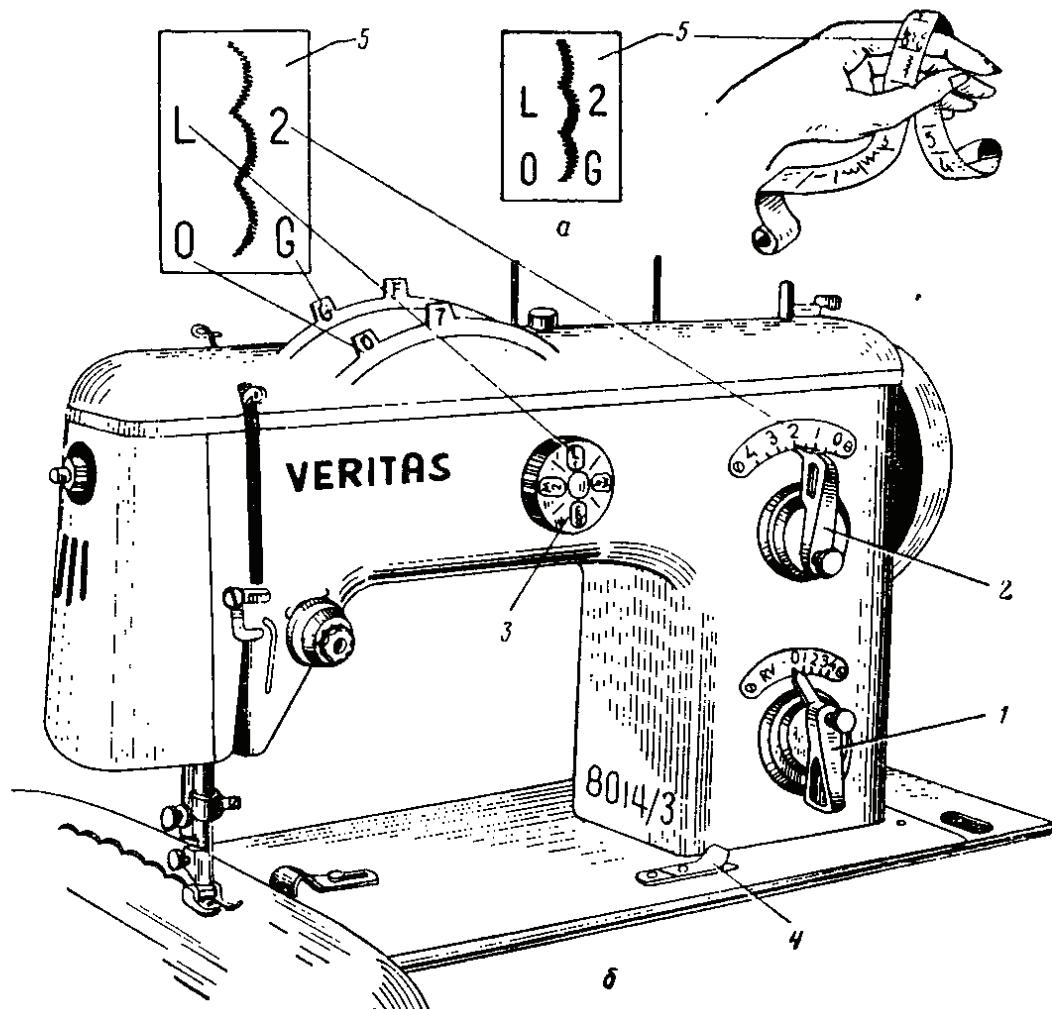

Рис. 79. Работа с копировальным устройством (автоматикой):
7) в середине левой стороны прямоугольника стоит буква L, значит, рычаг 3 надо поставить знаком $\frac{L}{1}$ вверх, как показано на рис. 79, б;